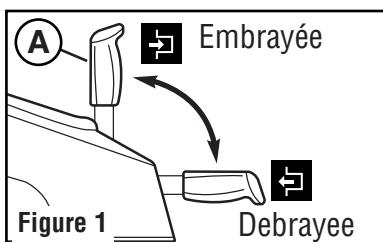

Figure 1
- Débrayer le frein de stationnement (A, Figure 1) en appuyant sur le levier vers l'avant et vers le bas.
- Tirer le levier de frein de stationnement (A, Figure 1) vers l'arrière et vers le haut en position embrayée (H).